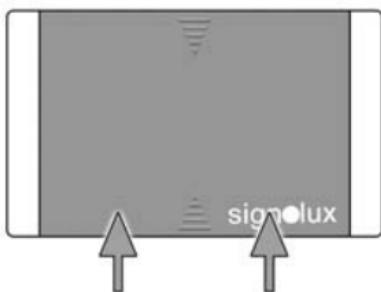

Figure 3
- Glissez le cache en plastique vers le haut. Vous devez passer outre la résistance de l'encliquetage. (fig. 3)